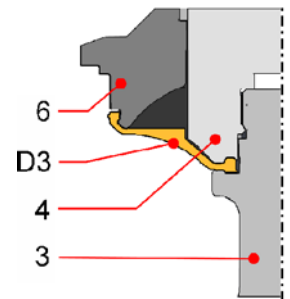

Abb. 3
Die Membran (D3) vorsichtig auf die Laterne (6) und den Kolben oben (4) aufknüpfen (Abb. 3/Seite 7).